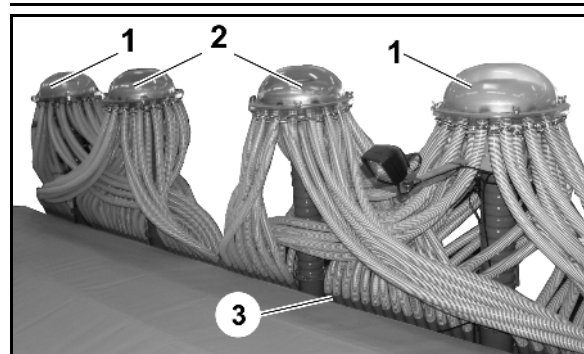

Рис. 59
- Внешние распределительные головки для посевного материала (Рис. 59/1).
- Средние распределительные головки для удобрения (Рис. 59/2).
С помощью системы шлангов (Рис. 59/3) удобрение с посевным материалом транспортируются соответственно к сошнику.